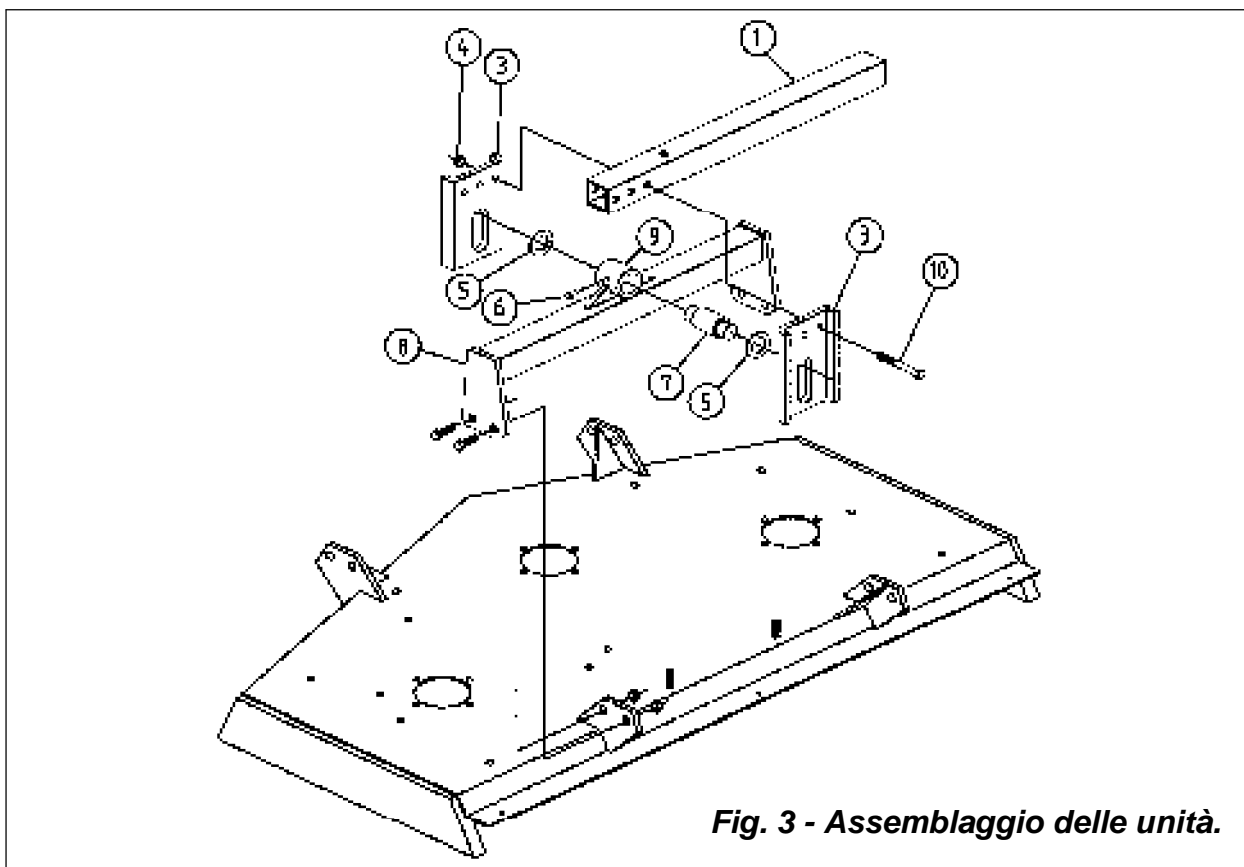
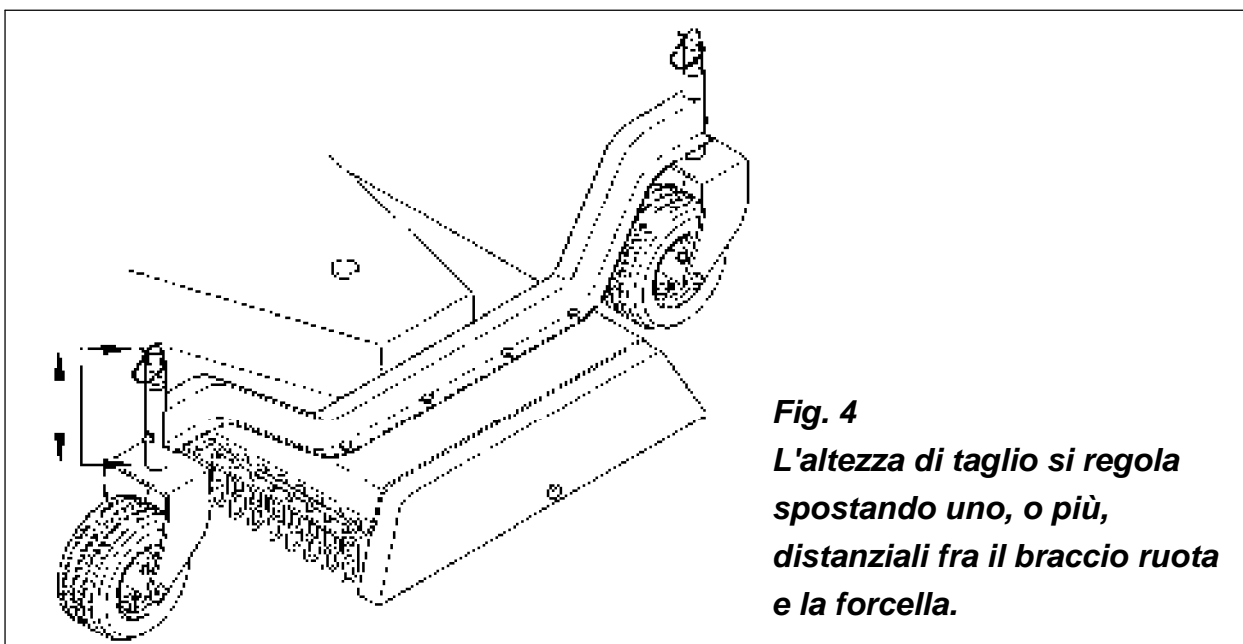

Fig. 3 - Assemblaggio delle unità.
Fig. 4
1. accostare gli stessi, completi di attacchi al telaio (**vedi n° 8, fig. 3**) alle rispettive prolunghe telescopiche (**vedi n° 1, fig. 3**) già montate sui tubi di sollevamento.
2. Inserire i perni di attacco (**vedi n° 7, fig. 3**) nelle apposite sedi saldate (**vedi n° 9, fig. 3**) sugli attacchi, inserendo alle due estremità le rondelle di spessoramento (**vedi n° 5, fig. 3**).
3. Montare le due piastre asolate (**vedi n° 3, fig. 3**) alle estremità dei perni di attacco (**vedi n° 7, fig. 3**), avendo cura che la piegatura delle piastre sia rivolta all'esterno.
4. Con i bracci di sollevamento abbassati al livello delle unità rasaerba, inserire la prolunga (**vedi n° 1, fig. 3**) tra le due piastre (**vedi n° 3, fig. 3**) e assemblare le apposite viti (**vedi n° 10, fig. 3**) nei fori di collegamento.
5. Avvitare i rispettivi dadi (**vedi n° 4, fig. 3**) alle viti (**vedi n° 10, fig. 3**) e serrare propriamente controllando che i perni di fermo (**vedi n° 7, fig. 4**) scorrano liberamente nelle asole delle piastre (**vedi n° 3, fig. 3**).
6. Ingrassare tramite l'ingrassatore presente sull'attacco (**vedi n° 6, fig. 3**) i perni di fermo e le piastre asolate.
L'altezza di taglio equivale alla distanza che intercorre tra i coltelli ed il suolo; **si regola spostando gli appositi distanziali sui perni delle forcelle delle ruote dei 3 piatti rasaerba.** Spostando uno, o più, distanziali da sopra a sotto il braccio ruota, si alza l'altezza di taglio di quel tanto che corrisponde all'altezza del o dei distanziali. Eseguendo l'operazione opposta si abbassa l'altezza di taglio (**vedi fig. 4**).